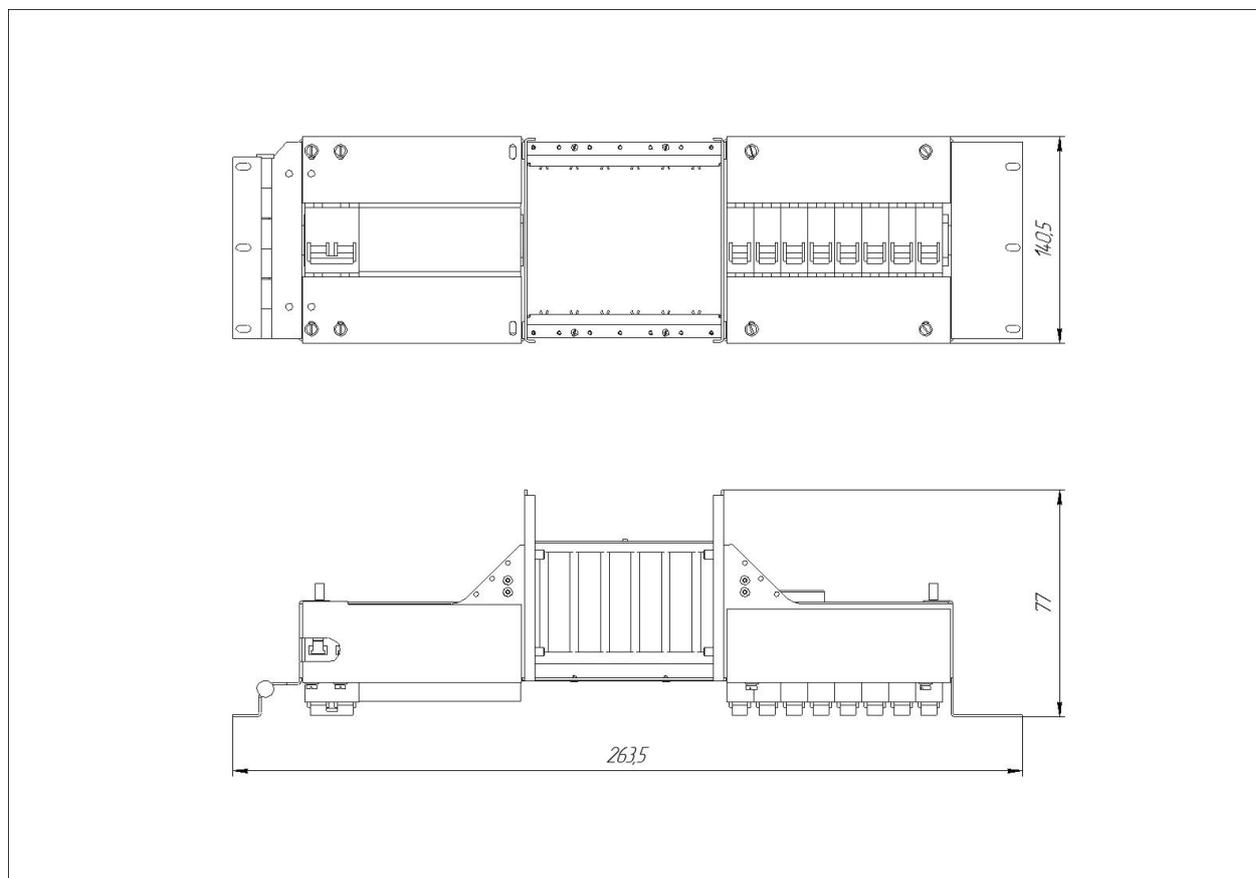

Рис. 13: Габаритные размеры конструктива БКП
- стального несущего конструктива крепящегося к корпусу шкафа на петле (см. Рис. 13);